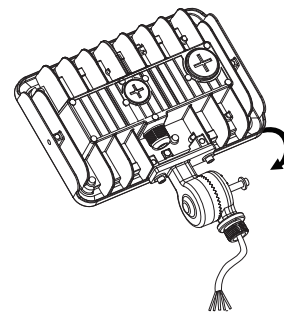

Fig 8
- 3: Adjusting to the correct angle, and tighten the screw of the knuckle(Fig 8).
- 3: Ajuste al ángulo correcto y apriete el tornillo del nudillo (Fig. 8).
- 3 : Ajustez à l'angle correct et serrez la vis de l'articulation (Fig 8).